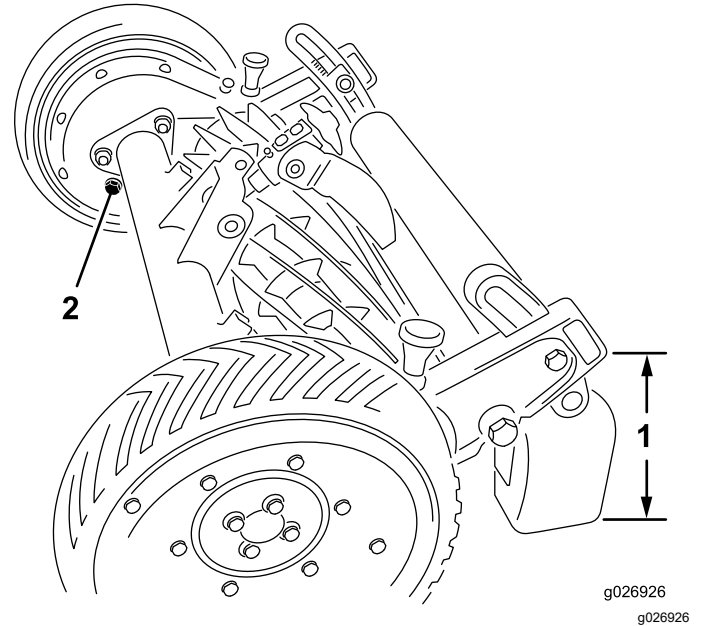

Figure 12
2. Soulevez et calez l'arrière de l'unité de coupe jusqu'à obtention d'un jeu d'environ 26 cm (10¼ po) entre le bas du boîtier d'engrenages qui dépasse derrière le support du rouleau et la surface plane (Figure 12).
3. Enlevez le bouchon de remplissage à l'intérieur de chaque boîtier d'engrenages (Figure 12). Contrôlez le niveau d'huile du boîtier d'engrenages; il doit atteindre le bas de l'orifice de remplissage. Si le niveau d'huile atteint le bas de l'orifice, remettez le bouchon de remplissage en place.